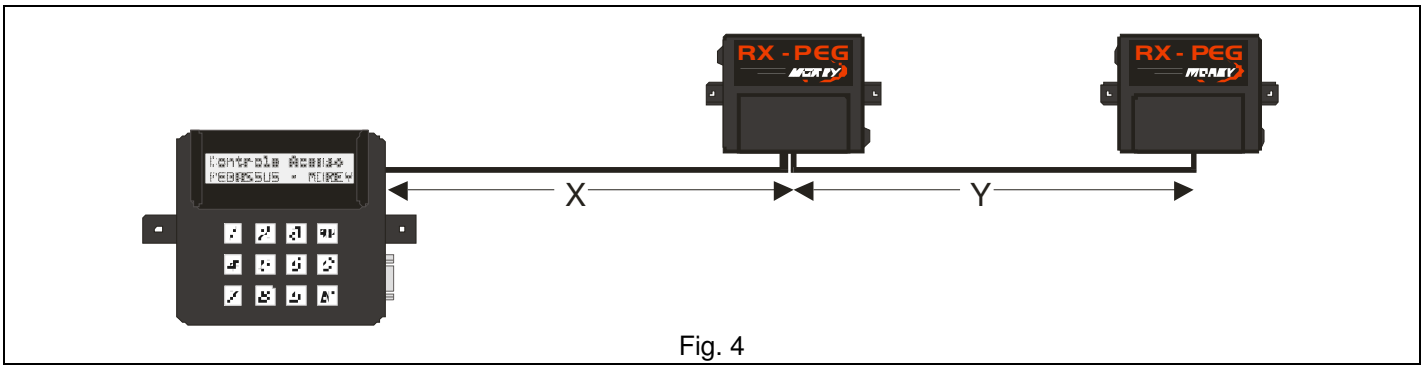

Fig. 4
4.1. Um único cabo partindo do módulo central, chegando ao 1º. receptor e partindo deste e indo para o 2º. receptor (Fig. 4).